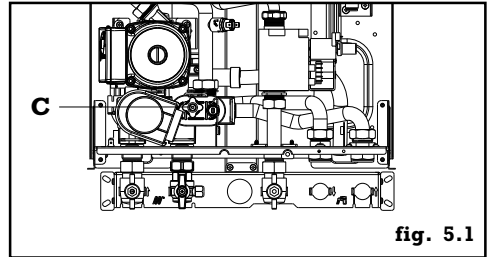

fig. 5.1
- dévisser le robinet de vidange de la chaudière C (fig. 5.1) pour évacuer l'eau à l'extérieur de la chaudière.